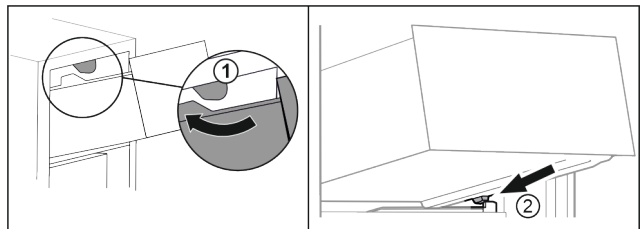

Fig. 90
- ▶ Обведите выдвижной ящик вокруг верхнего стопора. Fig. 90 (1)
- ▶ Наклоняя вниз, установите выдвижной ящик за нижние стопоры на контейнерное ребро. Fig. 90 (2)